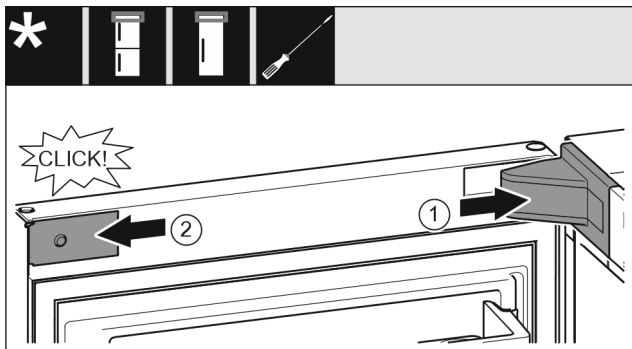

Fig. 22
► Așezați capacul suportului de lagăr Fig. 22 (1) și fixați în poziție, după caz, despărțiți cu precauție prin apăsare.
► Aplicați în lateral și fixați în poziție masca Fig. 22 (2).